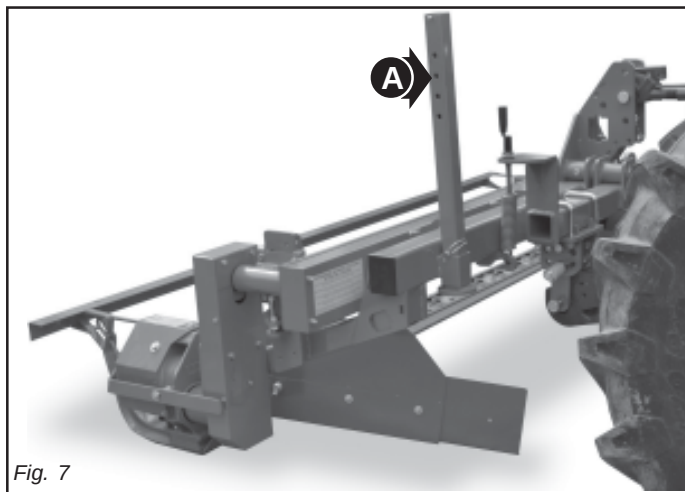

Fig. 7
- 48) Prima di mettere in funzione la falciatrice controllare che i puntelli di sostegno (A, Fig. 7) siano stati tolti da sotto la falciatrice; controllare che la falciatrice sia stata correttamente montata e regolata; controllare che la macchina sia perfettamente in ordine, e che tutti gli organi soggetti ad usura e deterioramento siano efficienti.